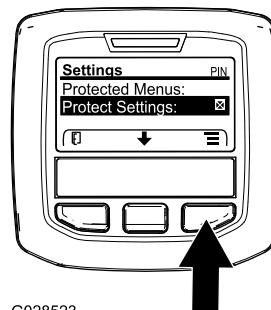

図 31
- 保護メニューにアクセスし、サブメニューのロックを解除する 図 31 アクセス制限付きメニューへのアクセス \(ページ 18\) を参照。